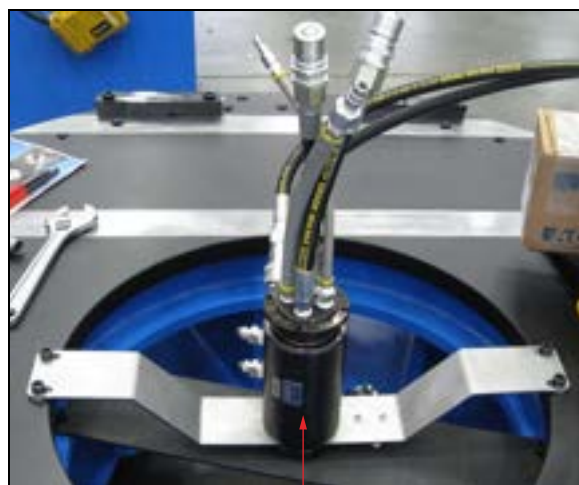

FIGURE 4-41. RACCORD ROTATIF
4. Montez un raccord rotatif sur la machine (voir la Figure 4-41).